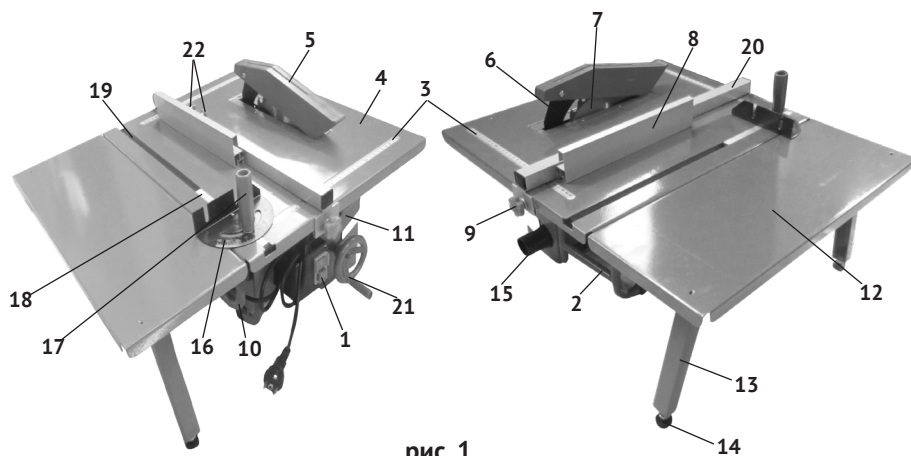

рис. 1
1.6 Общий вид пилы представлен на рис.1
1.7 Асинхронный двигатель крепится на платформе, закреплённой на трубчатой раме (рис.1 поз.2), под основным рабочим столом (рис.1 поз.4). Трубчатая рама является основным несущим элементом пилы. На вал якоря двигателя, между опорным и зажимным фланцами, крепится пильный диск (рис.1 поз.7).
На защитном кожухе верхнем (рис.1 поз.5) и боковой панели нанесены стрелки, указывающие направление вращения диска.
К основному рабочему столу (справа или слева) может быть закреплён дополнительный стол (рис.1 поз.12) для работы с более габаритными заготовками.
1.8 Для установки распиливаемой заготовки в нужном положении, на рабочем столе (с двух сторон) нанесена метрическая шкала (рис.1 поз.3).
Заготовка размещается на рабочем столе (рис.1 поз.4) в нужном положении с помощью параллельного (рис.1 поз.8) или углового упора (рис.1 поз.16), закрепляемого в паз (рис.1 поз.19) основного рабочего стола. Распиливаемая заготовка подаётся оператором по рабочему столу к пильному диску вручную.
1.9 Выключатель – магнитный пускатель (рис.1 поз.1) расположен в торце передней части пилы. Он имеет две кнопки: зелёная с символом «I» - включение двигателя и красная с символом «0» - выключение двигателя (МЭК 60417).
Установка параллельного упора возможна с любой стороны от отрезного круга. Пластина упора (рис.1 поз.8) имеет высокий и низкий плоские бортики, для обработки заготовок разной толщины. Кроме того, низкий бортик согнут под углом 90°, что обеспечивает удобную установку и перемещение его вдоль закреплённой на столе планки (рис.1 поз.20).
- установить на бортики рабочего стола направляющие зажимы (держатели) планки параллельного упора (рис.1 поз.20) с двух сторон рабочего стола;
- ослабив винты-барашки (рис.1 поз.9) зажимов, сдвинуть планку параллельного упора на необходимое расстояние от режущего диска.
Точность установки контролируется по шкалам (рис.1 поз.3), с двух сторон рабочего стола.
- прикрепить пластину упора (рис.1 поз.8) к планке (рис.1 поз.20) двумя винтами-барашками (рис.1 поз.22).
- вставить планку упора (рис.1 поз.18) в паз (рис.1 поз.19) основного рабочего стола;
- ослабить рукоятку упора (рис.1 поз.17) поворотом против часовой стрелки;
- повернуть угловой упор (рис.1 поз.16) на нужный угол, используя шкалу транспортира;